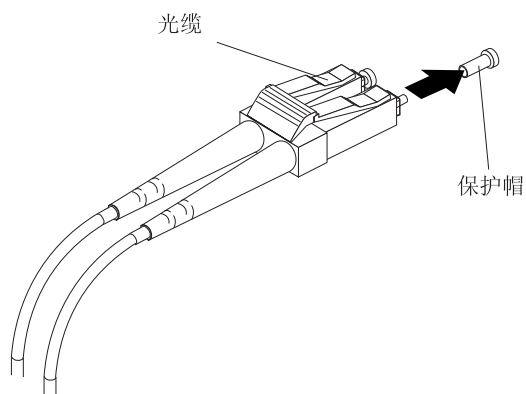

图 31. 卸下光缆保护帽
3. 如第 51 页的图 31 中所示，从 LC-LC 电缆的一端卸下两个保护帽。请保管好保护帽以供将来使用。